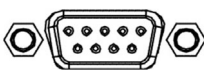

Рисунок 12 – Внешний вид последовательных портов USB и RS-232 расположенных на задней панели ИБП
- подключить интерфейсный кабель USB из комплекта поставки к соответствующему соединителю на задней панели ИБП (рисунок 12) и к последовательному порту управляющего ПК с установленным ПО «UPS Agent»;